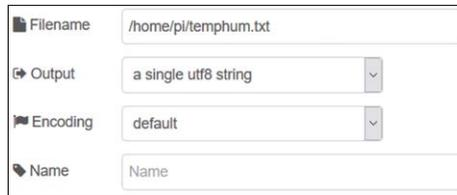

Figure 10.7 Configurer le fichier dans le nœud
- Créer un **déposer** nœud et le configurer comme indiqué dans la Figure 10.7. Le **Nom de fichier** est défini sur /home/pi/tempnum.txt et le **Production** est défini comme une chaîne de caractères